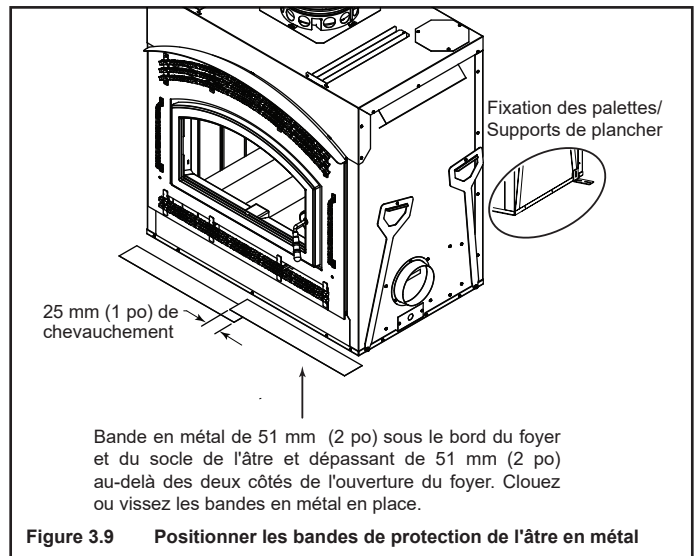

Figure 3.9 Positionner les bandes de protection de l'âtre en métal
- Les bandes en métal doivent se prolonger au-delà des côtés avant et latéraux, de l'ouverture du foyer, d'au moins 51 mm (2 po). Voir la figure 3.9.